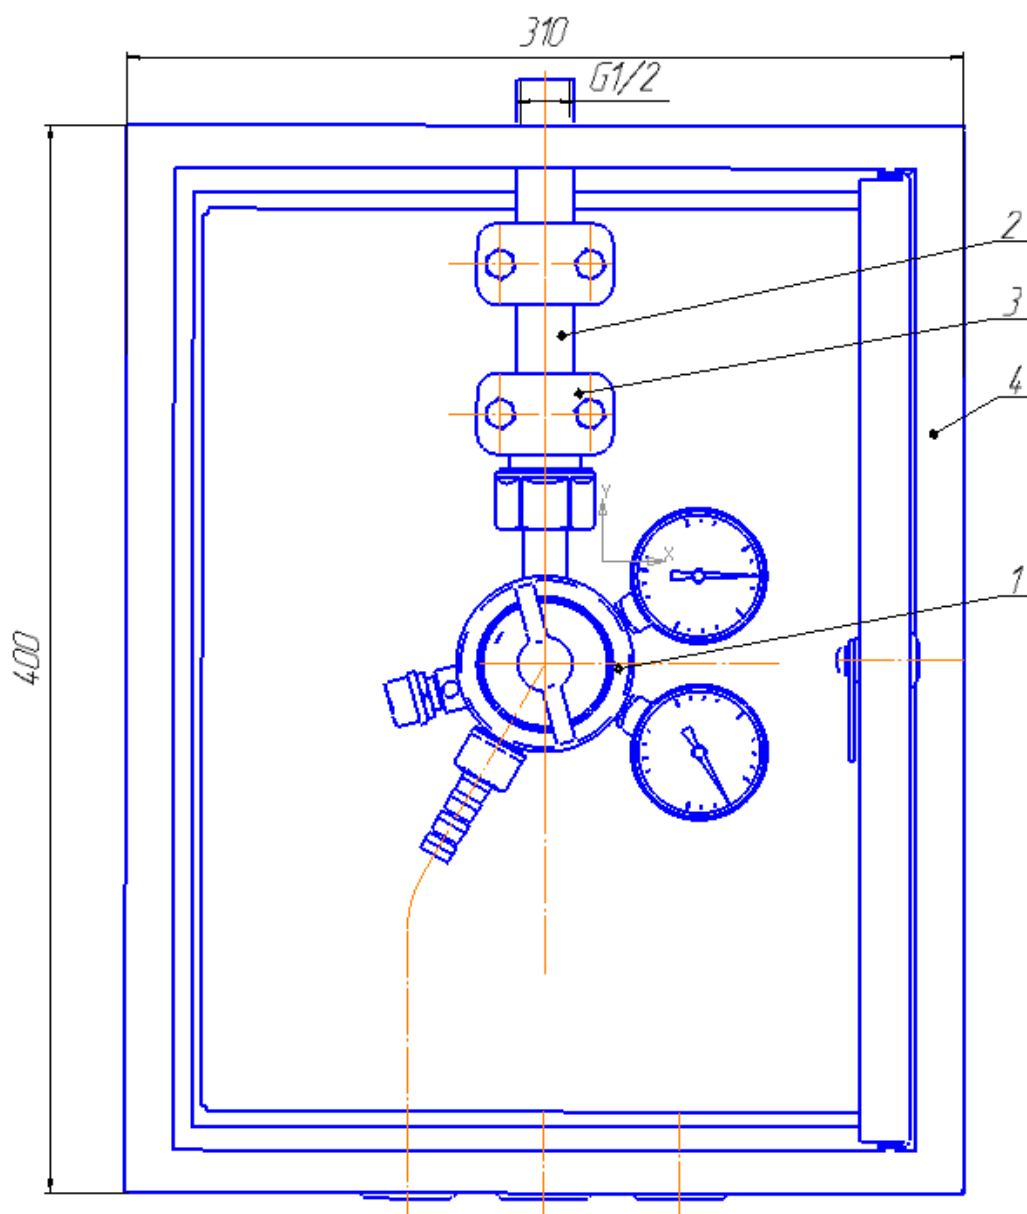

Рис. 1. Пост газоразборный ПГК-50-з
4.1 Внешний вид поста показан на рис. 1